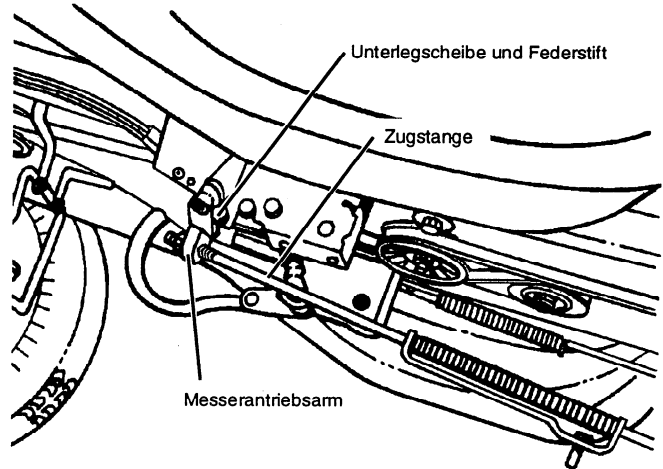

ABBILDUNG 10
- Zugstange anheben und Messerantriebsarm mit der Unterlegscheibe und dem Federstift der Teileverpackung entnehmen und anbringen (siehe Abbildung 10 und 11).